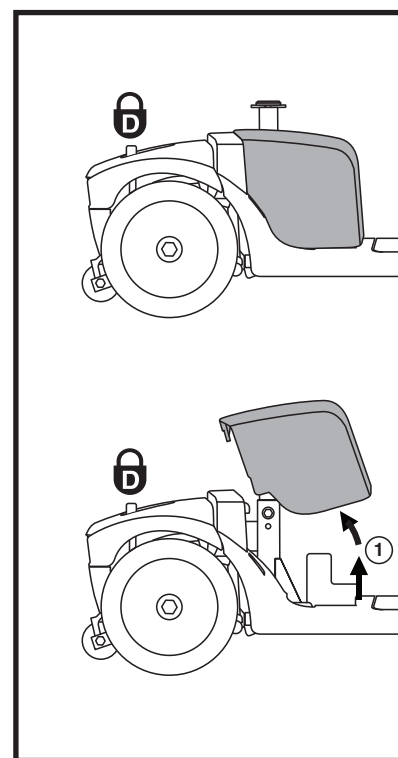

Figura 8. Montaggio e rimozione della scocca delle batterie
1. Scollegare la fascetta di fissaggio delle batterie. **Vedere figura 8.**